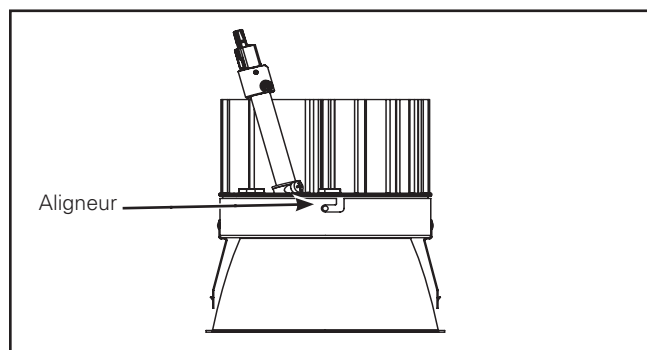

Figure 5.
3. Insérez le moteur lumineux à DEL dans la garniture inférieure. Alignez les trous de vis du moteur lumineux à DEL avec les fentes à vis de la garniture inférieure (Figure 5.).